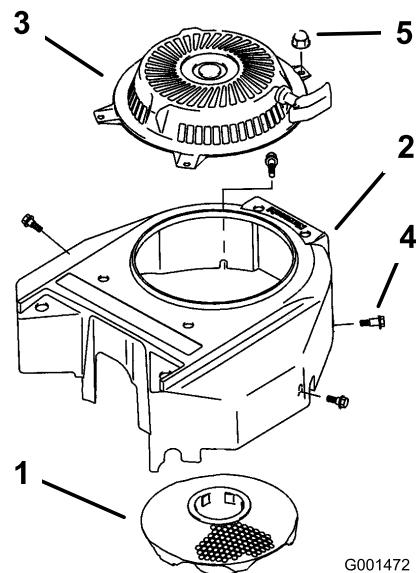

Figure 38
3. Déposez la grille d'entrée d'air, le lanceur et le carter du ventilateur (Figure 38).
5. Reposez la grille d'entrée d'air, le lanceur et le carter du ventilateur (Figure 38).